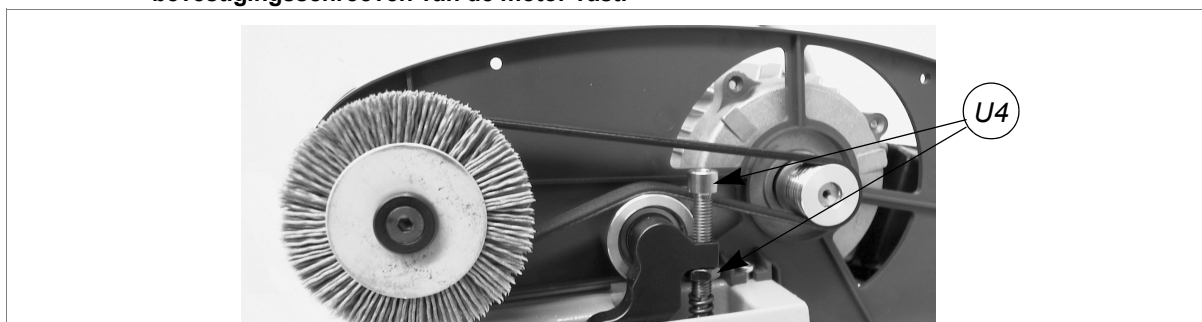

Fig. 40
- Draai de schroef/moer (U4) vast totdat de correcte aanspanning wordt bekomen (fig.40).
- 9) Draai de schroef/moer(U4) los (fig.40, pag.26) om de riemspanner omlaag te brengen en de riem uit de riemschijf van de motor te bevrijden.
- 15) Draai de schroef/moer (U4) vast totdat de correcte aanspanning van de riem wordt bekomen (fig.40).